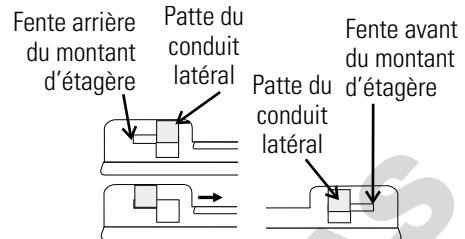

Figure 1-9. Fente et ergot
2. En vous reportant à la Figure 1-9, observez que les montants d'étagères gauche et droit ne présentent aucune différence entre eux.
3. Installez les montants d'étagères en plaçant la fente arrière du montant sur la languette arrière appropriée du conduit latéral. Tirez le montant vers l'avant et engagez sa fente avant sur la languette avant appropriée du conduit latéral. Voir la Figure 1-9.